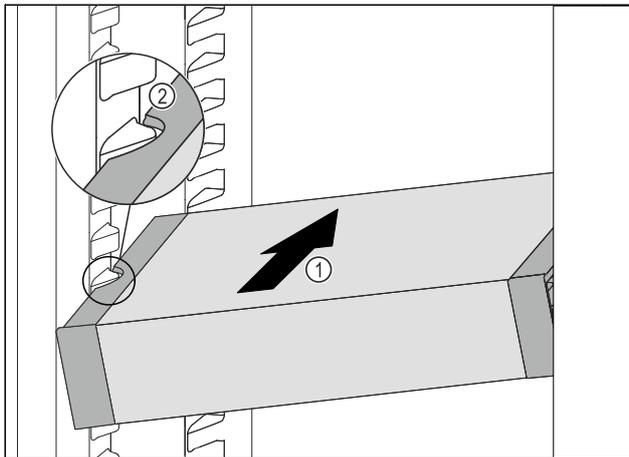

Fig. 76
- Introduzca el VarioSafe en posición oblicua en el compartimento del frigorífico Fig. 76 (1) hasta que los huecos laterales Fig. 76 (2) del VarioSafe se encuentren a la altura de la nervadura del recipiente en el compartimento frigorífico.